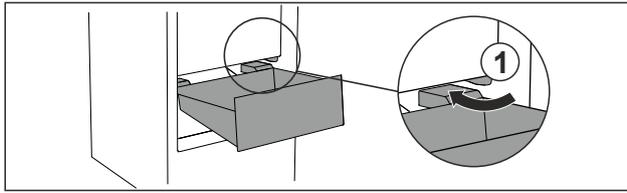

Fig. 19
- ▶ Schubfach schräg um die Stopper Fig. 19 (1) herumführen.